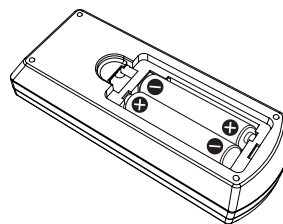

Fig. 2
- 2) Insérez les piles et fermez le couvercle (insérez d'abord le côté « \ominus »). (Fig. 2)